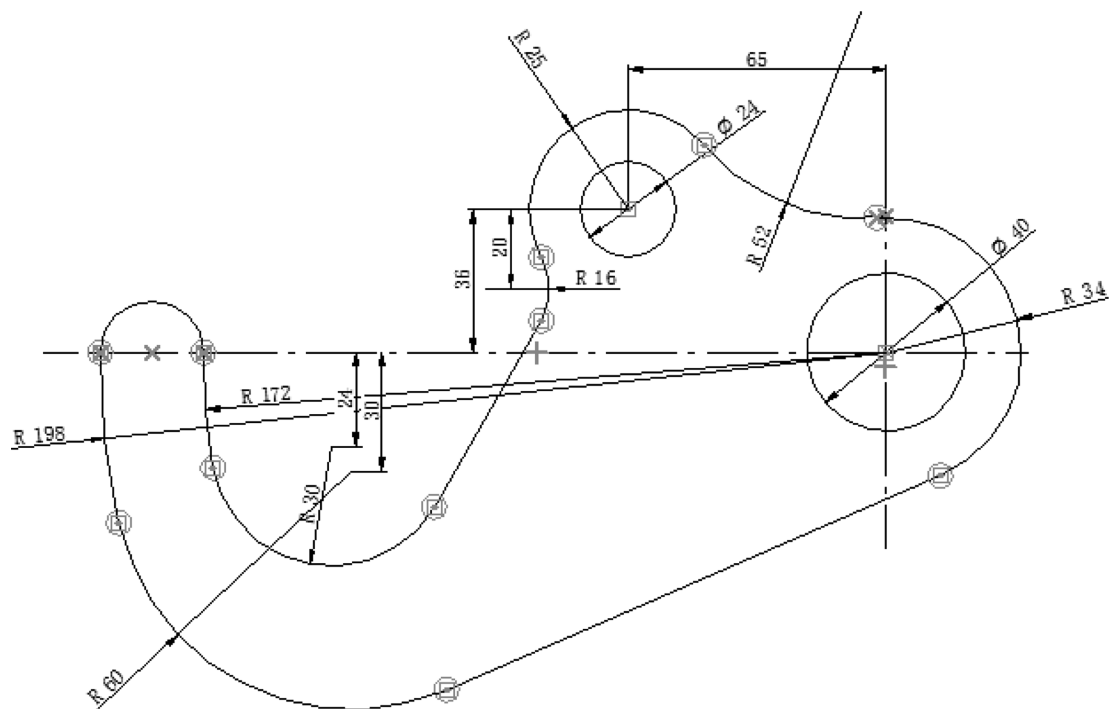

图 6-74 删除多余线段
(1) 单击【绘制草图】选项卡【绘图】区域的  【修剪】按钮，在图纸中多余的部分上划过即可删除多余线段，如图 6-74 所示。